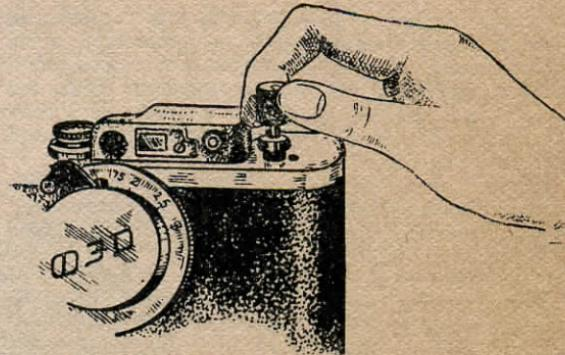

Рис. 3. Перематывание пленки.
Для обратного перематывания заснятой пленки, в кассету надо, выключив механизм подачи пленки, поднять головку вверх до отказа (Рис. 3) и вращать ее по направлению стрелки, выгравированной на головке. По окончании перематывания головку опускают до отказа и снова включают механизм подачи пленки, повернув выключатель (16) до упора в стержень, выступающий на крышке.
выдвигают головку механизма перематывания пленки (Рис. 1/13) и вращают ее в направлении стрелки, выгравированной на головке (Рис. 3). Тем самым пленка перематывается с аппаратной катушки снова в кассету. Признаком того, что вся пленка перемотана, служит отсутствие вращения кнопки (8), а также заметно облегченное вращение головки механизма перематывания пленки. Тогда нижнюю крышку аппарата открывают и вынимают кассету. После этого можно приступать к перезарядке кассеты и к проявлению пленки.